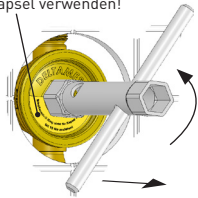

Bild 3 (Demontage Blindflansch)
- Blindflansch mit Steckschlüssel SW22 lösen (Bild 3). Unterputz- oder Aufputzvormontage auf Verunreinigungen prüfen, ggf. reinigen!